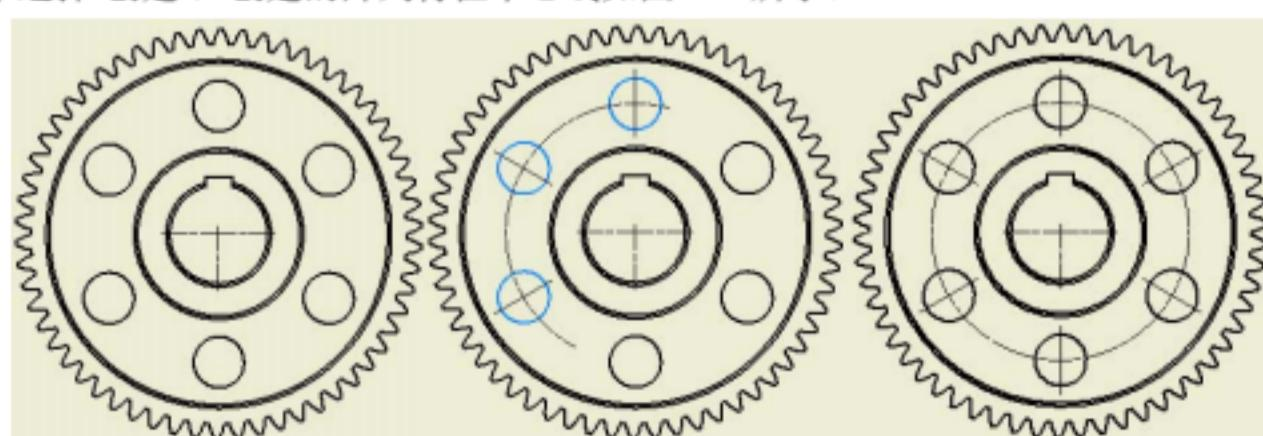

图5-49 中心阵列
4) 中心阵列：用于在具有一致特征阵列的设计上创建中心线。单击“中心阵列”图标按钮。在工程图中，选择要定义阵列特征的中心或环形边，创建阵列中心的中心线。单击阵列的第一个特征，在依次选择后面的特征，出现圆形的中心线，最后单击鼠标右键，在弹出的快捷菜单中选择“创建”，创建的阵列特征中心线如图5-49所示。